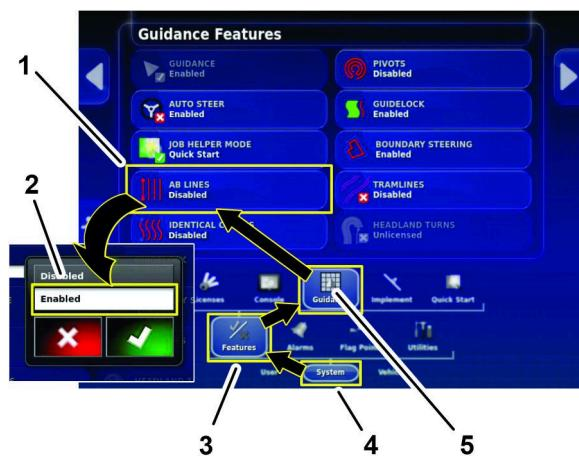

Figura 157
2. Pulse el icono LÍNEAS AB (Figura 157).
3. En el cuadro de diálogo, pulse el icono HABILITAR y pulse el icono de confirmación (Figura 157).